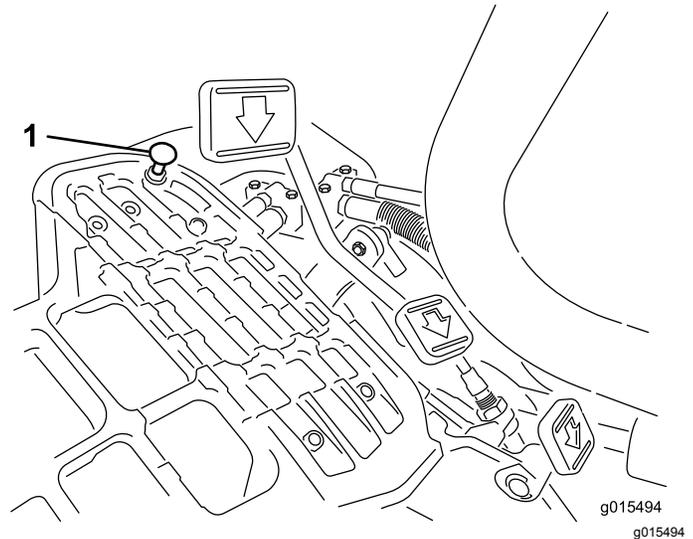

图39
要获得最大行驶速度请将功能控制杆放在行驶位置并踩下驱动踏板。如果在拉线感到张紧力之前踏板接触到限位器图39请执行以下调节程序
1. 将功能控制杆放在行驶位置松开将踏板限位器固定至底板上的锁紧螺母图39。